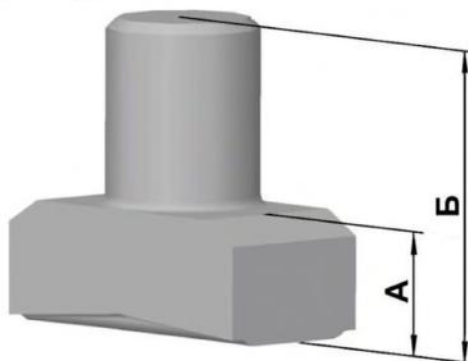

Рис. 3.22. Сухарь вилок переключения передач
- вложить в паз муфты переключения 5-ой передачи и заднего хода вилку переключения передач с сухарями. Сухари вилок имеют отличительные особенности (рис. 3.22):